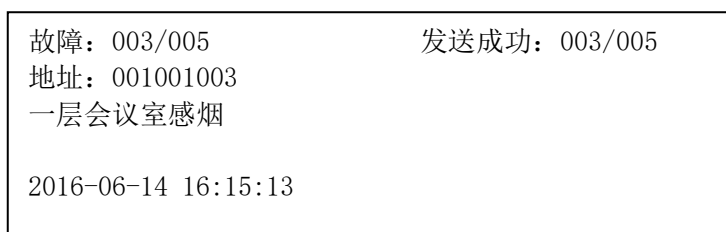

图4-4 故障状态界面
- ① 按“消音”键将蜂鸣器消音。
- ② 审查报警界面信息, 找出监管发生地点。
- ③ 到现场处理监管报警。
- ④ 如果监管报警可控, 处理完后, 按“复位”键, 监管记录消失, 监管指示灯灭。
- ◆ 液晶屏显示如图4-4所示